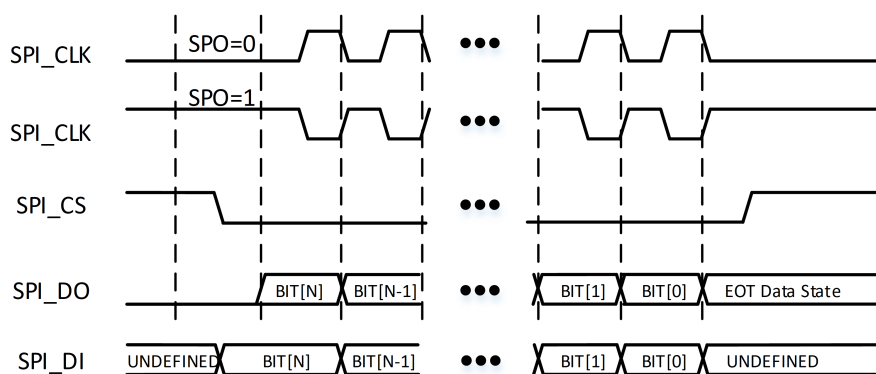
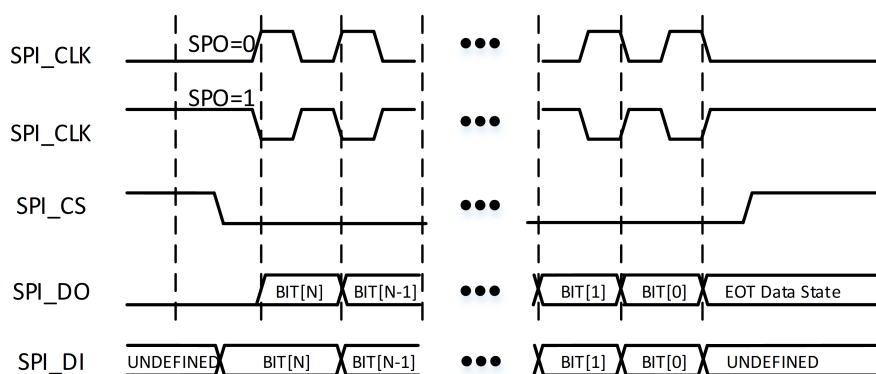

图 7-3: SPH 为 0 时的 SPI 通信
图 7-4: SPH 为 1 时的 SPI 通信
- SPI 格式 SPI 是全双工同步串口通信协议, 根据 TOP\_CTRL 寄存器中 SPO 和 SPH 的设置分为四种子模式。SPO 设置 SPI 控制器没有使能或是能后处于 IDLE 状态时候的 SPI\_CLK 的极性, 当 SPO 为 0 时, SPI\_CLK 极性是低电压, 第一个边沿是上升沿; 当 SPO 为 1 时, SPI\_CLK 极性是高电压, 第一个边沿是下降沿。SPH 设置驱动数据的时钟沿以及采样数据时钟沿的时序, 当 SPH 为 0 时 SPI 控制器从 SPI\_CLK 的第一个边沿开始采样 SPI\_DI 上的数据, 从 SPI\_CLK 的第二个边沿开始驱动 SPI\_DO (SPI\_DO 上默认是待发送数据的 MSB); 当 SPH 为 1 时 SPI 控制器从 SPI\_CLK 的第一个边沿开始驱动 SPI\_DO, 从 SPI\_CLK 的第二个边沿开始采样 SPI\_DI 上的数据。具体通信时序见图 7-3 和图 7-4。
下面结合图7-3以 SPH=0 和 SPO=0 的情况描述 SPI 协议通信过程。当 SPI 控制器没有使能或使能后处于 IDLE 状态时, SPI\_DO 处于低电平, SPI\_CS 处于高电平, SPI\_CLK 处于低电平。SPI\_CS 信号拉低开始一次数据传输, 并在该帧数据传输完成以前 SPI\_CS 一直维持低电平。半个 SPI\_CLK 周期后, 将该次传输数据的 MSB 驱动到 SPI\_DO 上, 再过半个 SPI\_CLK 周期, SPI\_CLK 拉高开始第一个上升沿并采样 SPI\_DI。在该次传输所有数据传完之前, SPI\_CLK 按设定的频率持续翻转。完成最后一次采样后 SPI\_CLK 回归低电平, 再过半个 SPI\_CLK 周期, SPI\_CS 拉高结束本次传输。